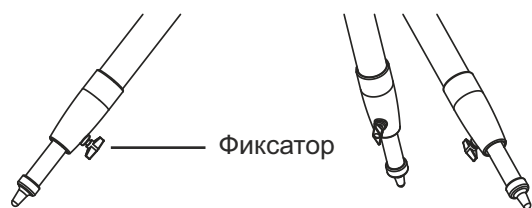

Рис. 1.2a
2. Поверните фиксаторы на ножках треноги против часовой стрелки, чтобы разблокировать ножки. Вытяните ножки треноги (рис. 1.2a).